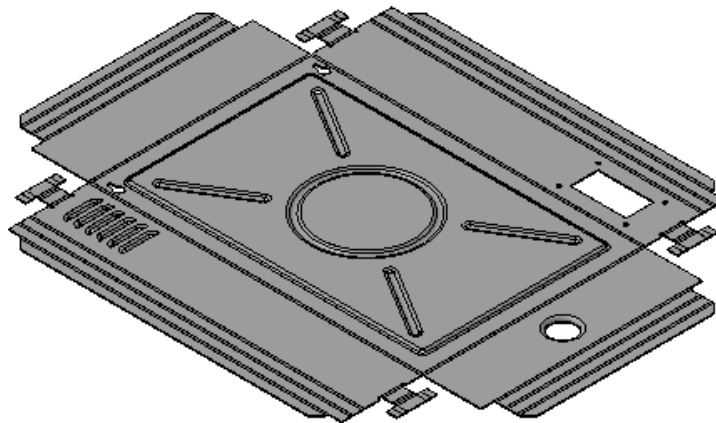

Рисунок 76.
- Нажмите кнопку Развертка на панели Вид — деталь будет показана в развернутом виде (рис. 76).